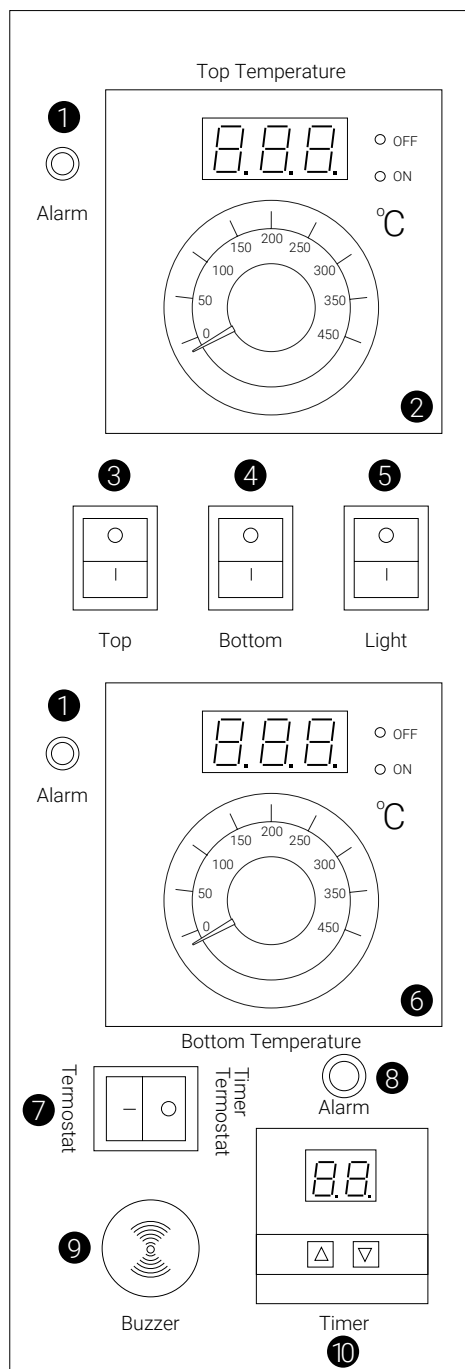

Рис. 46
5.1.3. Панель управления без пароувлажнения (рис. 46).